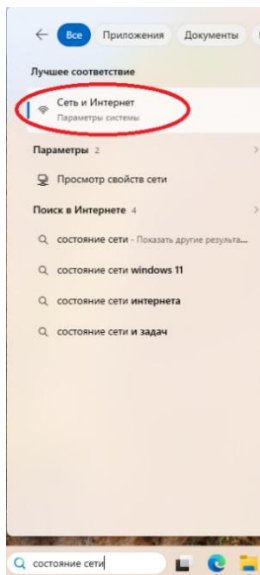

Рис. 1.1 Открытие параметра «Сеть и Интернет»
- настроить управляющий компьютер на сетевые настройки, соответствующие модулю в режиме «INIT». Для этого необходимо зайти в параметр «Сеть и Интернет», например, через поиск (рис. 1.1).